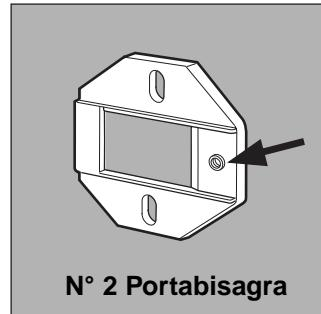

Fig. 1
- Montar los portabisagras en la parte delantera colocando el orificio indicado por una flecha en la fig. 1 hacia la parte interna del frente, utilizando los tornillos de tipo C.